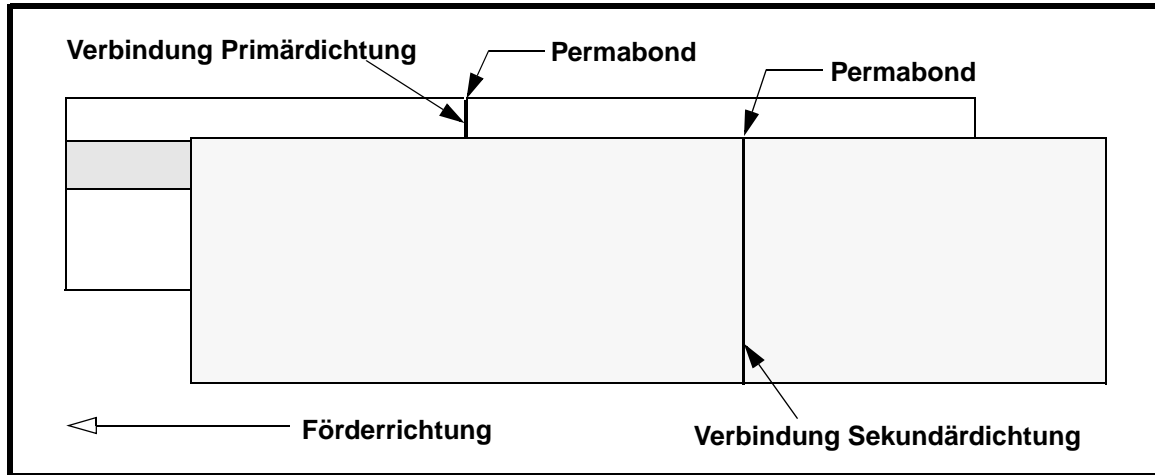

Abbildung 5. Versetzte Verbindung
- d. Die Verbindung der Primär- und Sekundärdichtung staffeln, so daß diese nicht an gleicher Stelle auftreten (siehe Abb. 5).